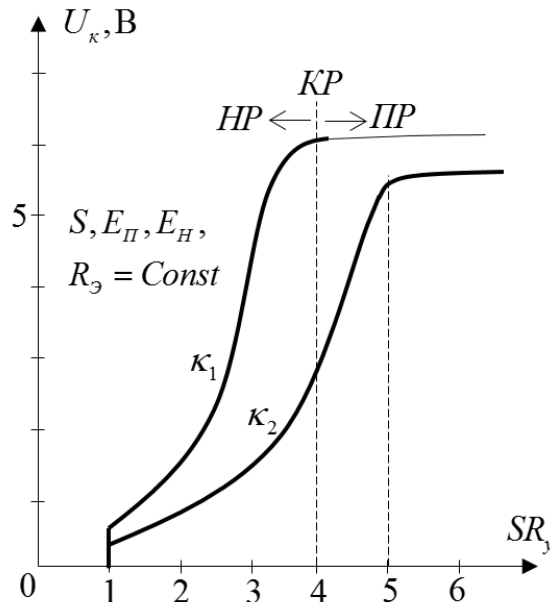

Рис.1.27. Иллюстрация к задаче 1.72
**1.66.** В АГ по схеме рис.1.7 индуктивность  $L_3$  меняется от 0.4 до 5 мкГн (рис.1.10) при  $C_1, C_2, C_3, S, Q, E_{П1}, E_{н1}, R_э = \text{const}$ . Колебания возбуждаются при  $L_3 = 0.4 \text{ мкГн}$  с частотой  $f = 16.5 \text{ МГц}$ . Применяя зависимости рис.1.10 и рис.1.27, построить  $f, U_{к1}(L_3)$  для  $k = k_1$ .
**1.72.** В АГ по схеме рис.1.6 меняется емкость  $C_3$  от 0.25 до 1.5 нФ при  $L_1, L_2, L_3, S, Q, E_H, E_H, R_3 = const$ . Колебания возбуждаются при  $C_3 = 1.1$  нФ. По графикам рис.1.8 и рис.1.27 построить зависимости  $U_\kappa(C_3)$  для двух  $k$ . Как пойдет зависимость  $I_{\kappa 1}(C_3)$ ?